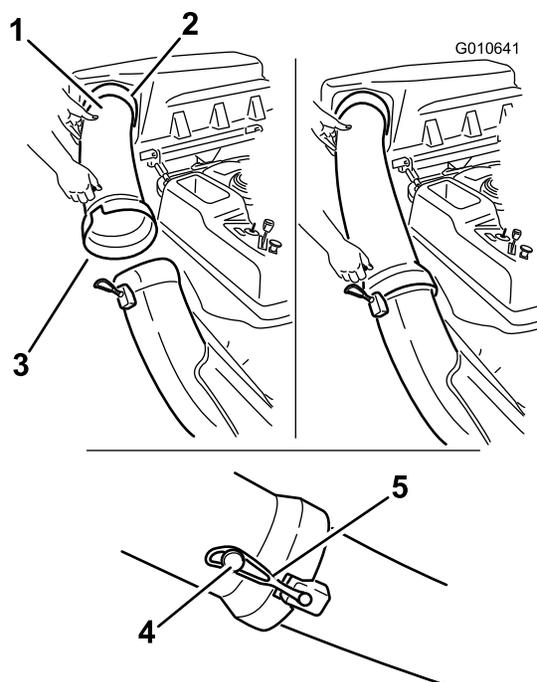

Figura 24
1. Deslize a extremidade curva do tubo de descarga para a abertura da parte superior do depósito de recolha (Figura 24).
2. Deslize a extremidade grande do tubo de descarga sobre a extremidade da calha. Mova a fita de retenção de borracha nos encaixes da calha para a cavilha no tubo de descarga para a prender (Figura 24).